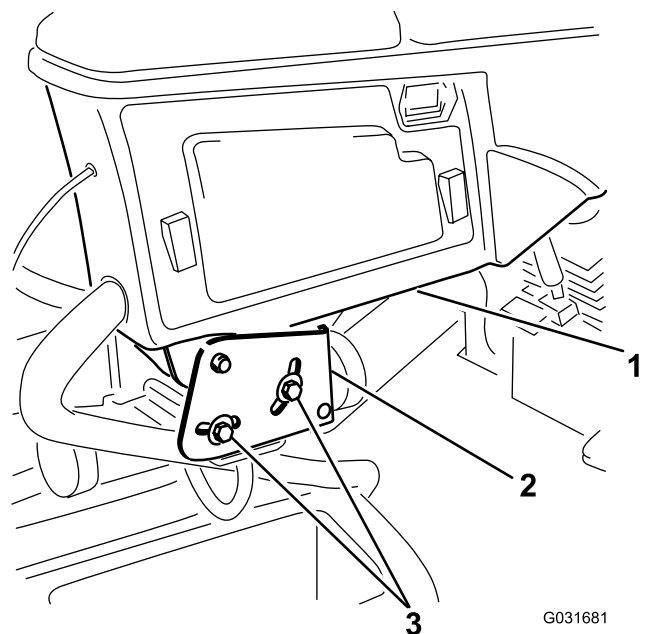

Figure 4
1. Desserrez les 2 boulons qui fixent le bras de commande à la patte de retenue (Figure 4).